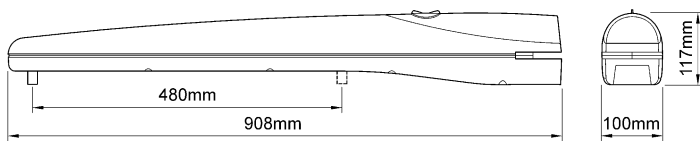

Figura 10
- Compruebe las medidas límites, consultando la Figura 10.